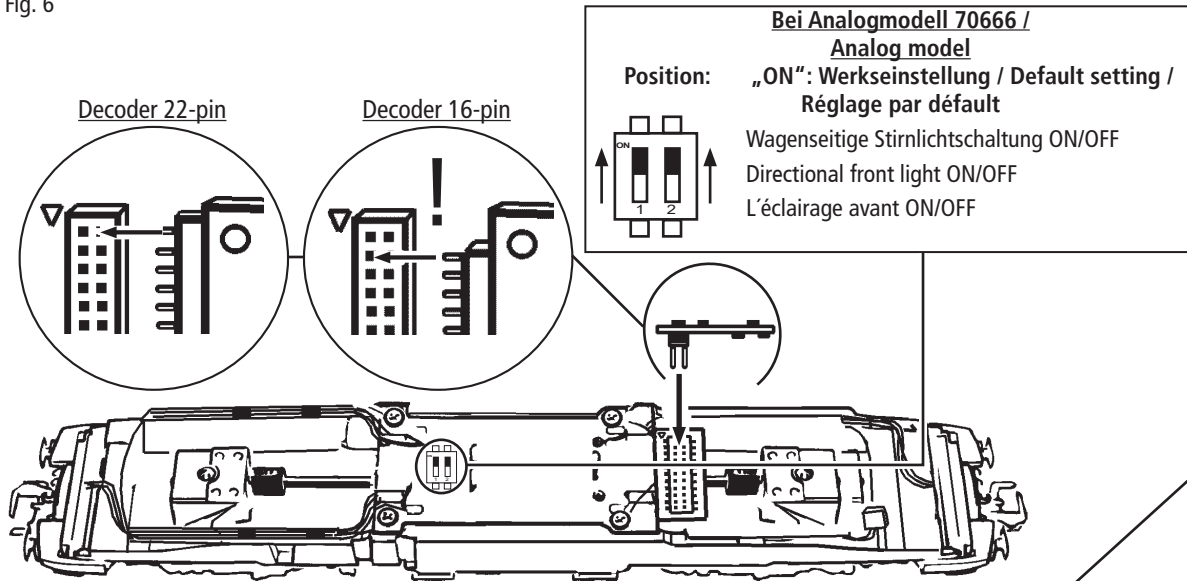

Fig. 8
3. Haftreifenwechsel: Zuerst den Getriebedeckel abnehmen (Fig. 8). Danach den **Radsatz** herausnehmen und die **Haftreifen** mit einer Nadel od. mit einem feinen Schraubendreher abziehen (Fig. 8). Beim Aufziehen der neuen Haftreifen darauf achten, dass diese sich nicht verdrehen.
3. Change of traction tyre: Remove the gear cover (fig. 8). Take out **wheel set** and remove **traction tyre** using a pin or a fine screwdriver (fig. 8). When pressing on the new traction tyre please **avoid twisting it**.
3. Échange des bandages d'adhérence: Démontez d'abord **le couvercle du carter des engrenages** des engrenages (fig. 8). Délogez ensuite les essieux bandagés et enlevez, à l'aide d'une aiguille ou d'un tournevis fin, les bandages d'adhérence (fig. 8). Lors du montage des nouveaux bandages veuillez veiller à ce que les bandages **ne soient pas tordu**.